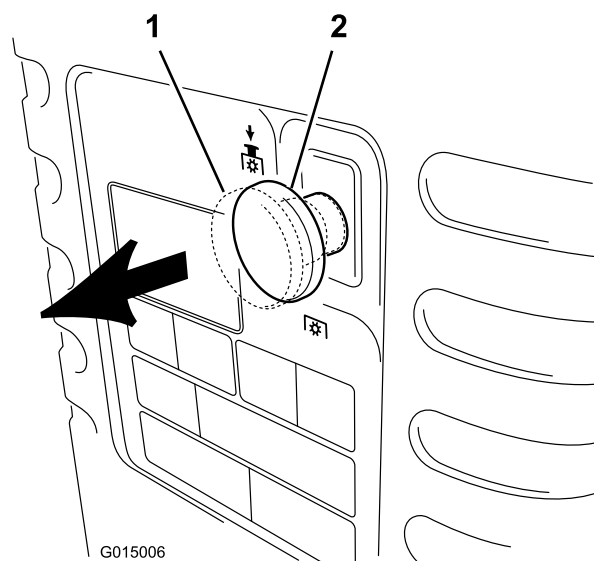

Figura 8
2. Ponga el pomo de control de las cuchillas (TDF) en la posición de Engranado (Figura 8).
2. Ponga el control de las cuchillas (TDF) en Desengranado (Figura 8).
- Ponga el control de las cuchillas (TDF) en Desengranado (Figura 8).